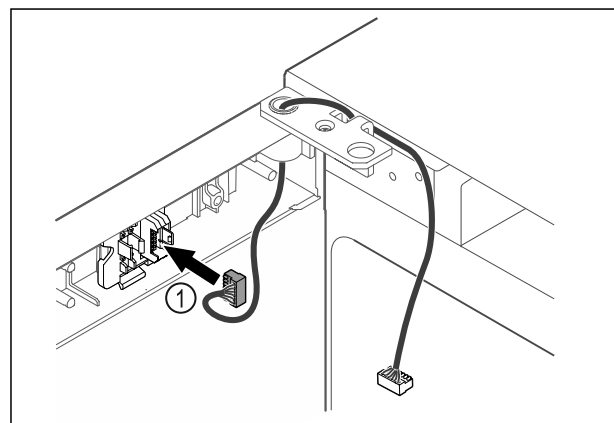

Fig. 48
- ▶ Insérer le connecteur Fig. 48 (1) dans le support.